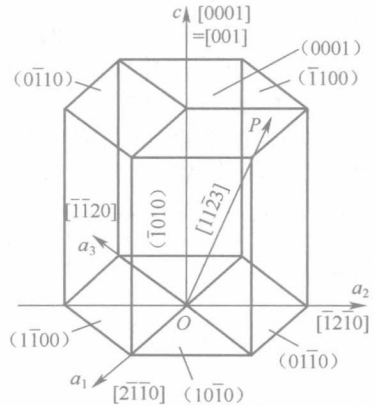

图 2-1 六方晶系一些晶向、晶面指数
(3) 六方晶系指数。六方晶系的晶向指数和晶面指数同样可以应用上述方法标定，但是为了更好地表达其对称性，根据六方晶系的对称特点，对六方晶系采用 a_1 、 a_2 、 a_3 及 c 四个晶轴， a_1 、 a_2 、 a_3 之间的夹角均为 120° ，如图 2-1 所示。这样，其晶面指数就以 $(hkil)$ 四个指数来表示。